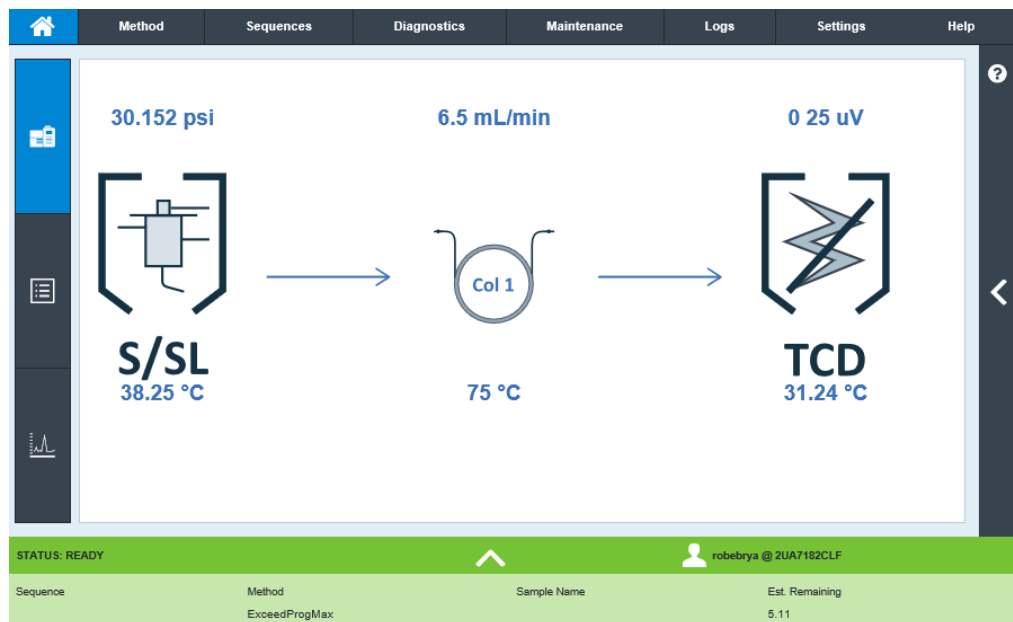

Figure 3 Page d'accueil de l'interface utilisateur du navigateur
- 4 Appuyez sur Enter. L'interface utilisateur s'ouvre dans le navigateur. Voir Figure 3.